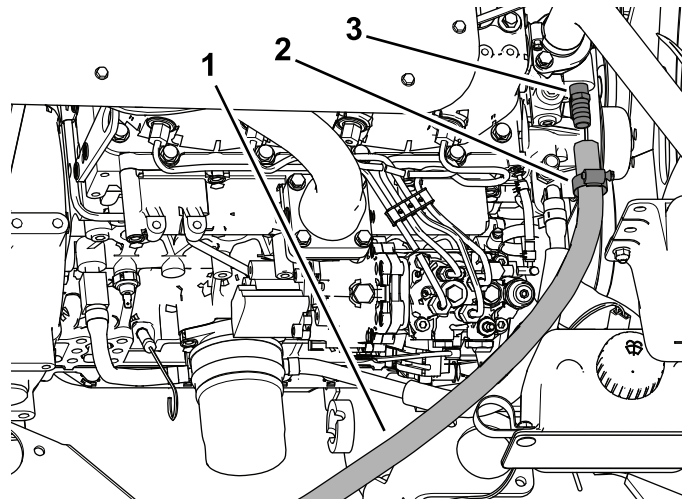

Figura 36
5. Deslize a braçadeira de tubos sobre o tubo de alimentação e, em seguida, insira o tubo sobre a união estriada ($\frac{3}{8}$ NPT x 0,625) como se mostra na Figura 36.